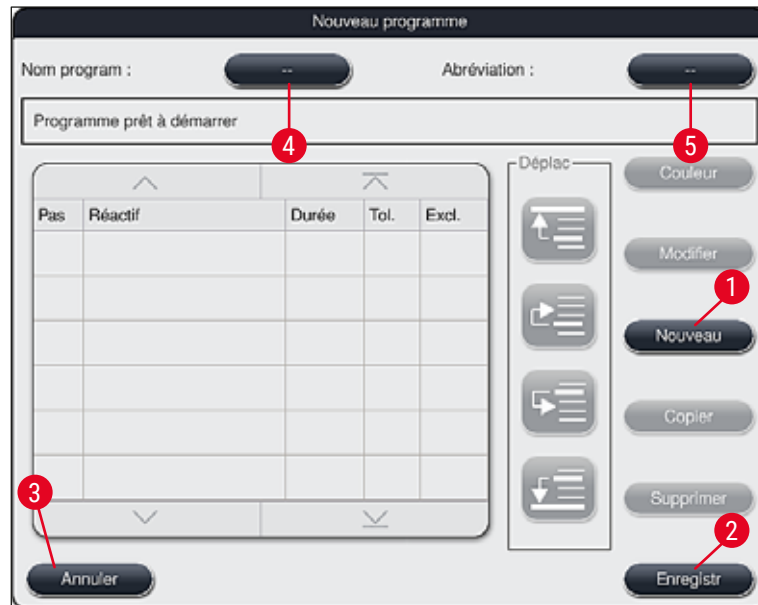

Fig. 46
- Une nouvelle fenêtre de programme s'ouvre (→ "Fig. 46").
- Une fenêtre de saisie (→ "Fig. 46") s'ouvre pour la création du nouveau programme.